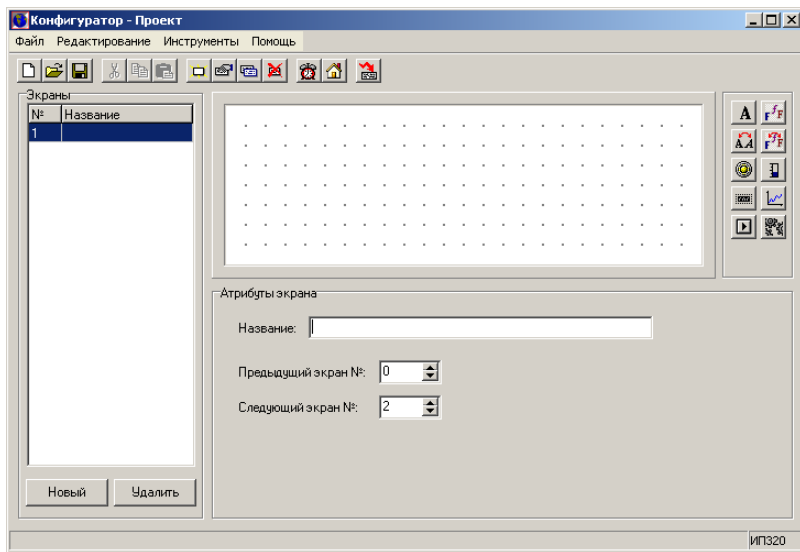

Рис. 4.2. Главное окно программы с экраном номер 1
- Снизу от рабочей области отобразится область «Атрибуты экрана» (см. рис. 4.2).
7. Область «Атрибуты экрана» главного окна программы (см. рис. 4.2) позволяет: